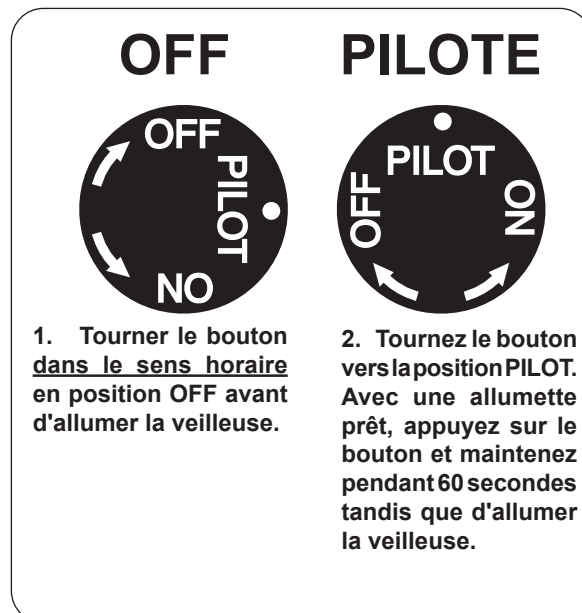

Fig. 28-1 Détail bouton de commande (OFF, PILOTE)
1. Localiser la vanne sur le côté gauche de l'appareil. Appuyer sur le bouton de contrôle du gaz et tourner dans le sens horaire en position **OFF** (Fig. 28-1).
2. Tournez le bouton de réglage dans le sens antihoraire pour **PILOTE** (Fig. 28-1). Appuyez sur le bouton de commande **fermement et pleinement** enfoncée. Mantenga partido largo chimenea o un encendedor cerca del termopar a encender el piloto. Continuez à tenir le bouton de commande pendant environ 60 secondes après que le pilote est allumé, puis relâchez le bouton. Le pilote reste allumé.